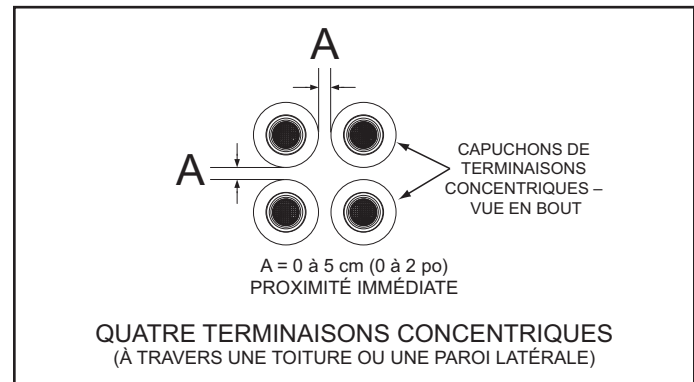
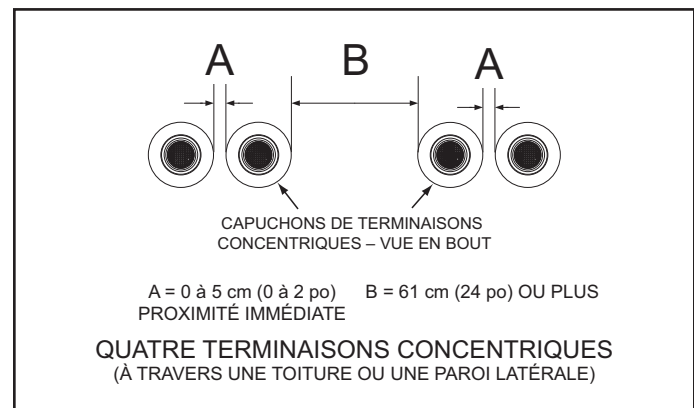
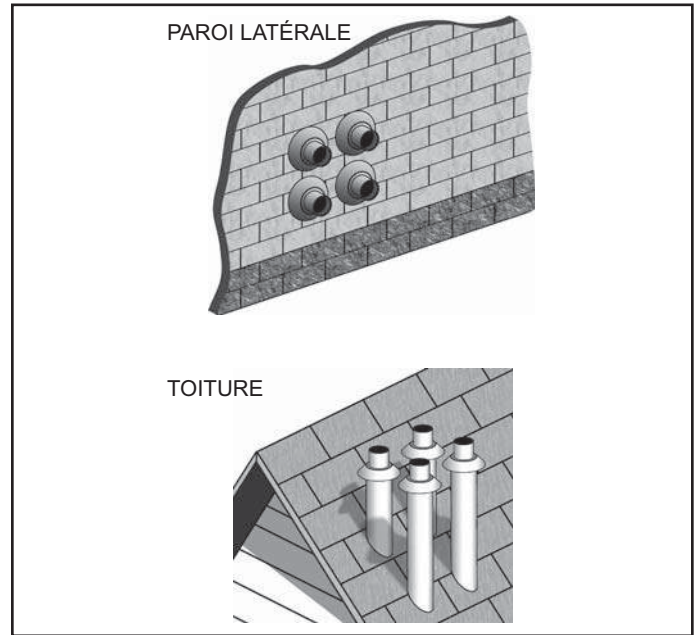

Figure 30
Figure 31
Figure 34
1. Lors de l'installation de quatre terminaisons concentriques à travers un toit ou une paroi latérale à proximité immédiate, elles peuvent être agencées en rangées empilées de deux comme l'indique la Figure 30 ou en rangées latérales de deux comme l'indique la Figure 31.
2. Quatre est le nombre maximum de terminaisons concentriques pouvant être installées dans un groupe où toutes les terminaisons sont à proximité immédiate comme l'indique la Figure 30.
1. Lors de l'installation de groupes multiples de terminaisons concentriques à travers un toit ou une paroi latérale à proximité immédiate, ils peuvent être installés en groupes empilés de quatre comme l'indique la Figure 31 peuvent être un agencement d'installation plus pratique pour les groupes multiples en fonction de l'espace disponible.
Quatre terminaisons concentriques peuvent être installées à proximité immédiate comme l'indique la Figure 34. Voir la Figure 30 et la Figure 31 à la page 30 pour de plus amples informations sur les dégagements et les options additionnelles d'aménagement.
Des groupes latéraux de quatre comme l'indique la Figure 31 à la page 30 peuvent être un aménagement d'installation plus pratique pour des groupes multiples en fonction de l'espace disponible.